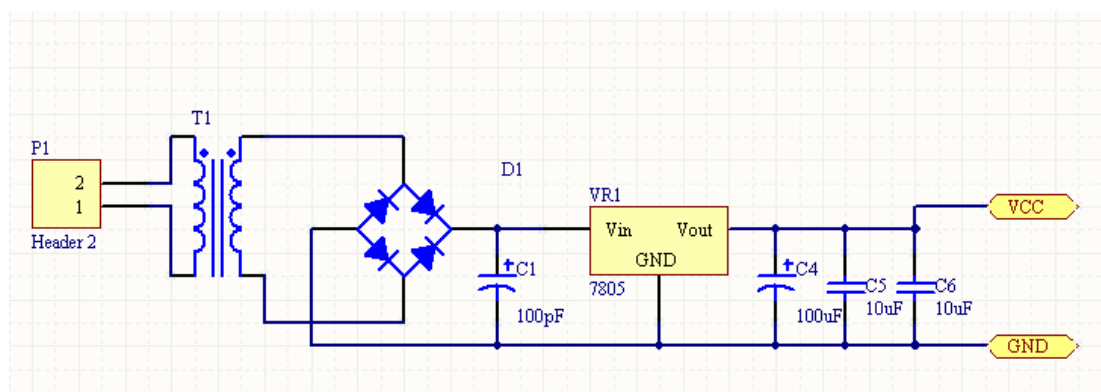

图 4.20 绘制的电源电路
(1) 启动 Altium Designer 6，打开上一节中创建的 PCB 项目“Level_PIC.PrjPCB”。
(2) 单击“Projects”工作面板中的“Project”按钮，在弹出的菜单中选择“Add New to Project”->“Schematic”命令，在项目中新建一个默认名称为“Sheet1.SchDoc”的空白原理图文档。
(3) 在空白原理图文档中绘制如图 4.20 所示的电源电路。